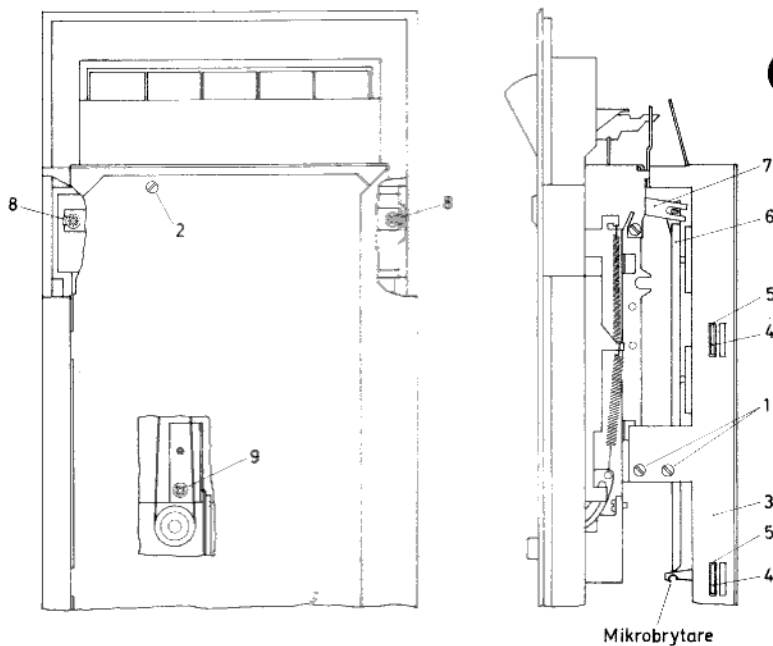

Fig. 2
f) Bandspelardelen (fig. 2)
Borttag de två skruvarna (1) fig 2, samt skruven (2). För därefter ut ramdelen (3) så att kortets öron (4) lossnar från urtagen (5) i ramdelen (3). Kretskortet kan nu lyftas upp men giv akt på hur kablarna ligger under kortet så att de kommer i samma läge vid monteringen. Detta är mycket viktigt.
9. Justering av omkopplare (fig 2)